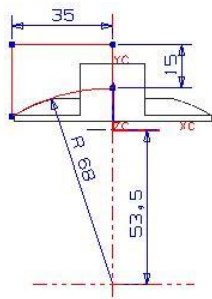

图5-79
- 在【成形特征】工具条中单击【草图】按钮，弹出【基准平面】悬浮工具条，然后依次单击【ZC-XC】和【确定】按钮进入二维草图界面，绘制图 5-79 所示的草图轮廓。